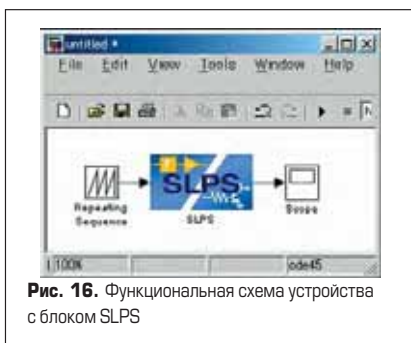
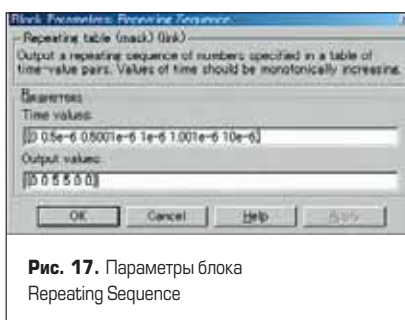

Рис. 16. Функциональная схема устройства с блоком SLPS
Рис. 17. Параметры блока Repeating Sequence
5. Создадим функциональную схему устройства, используя блок **SLPS**. Используем блоки **Repeating Sequence** из библиотеки **Sources** и **Score** из библиотеки **Sinks** (рис. 16). Параметры блока **Repeating Sequence** приведены на рис. 17.